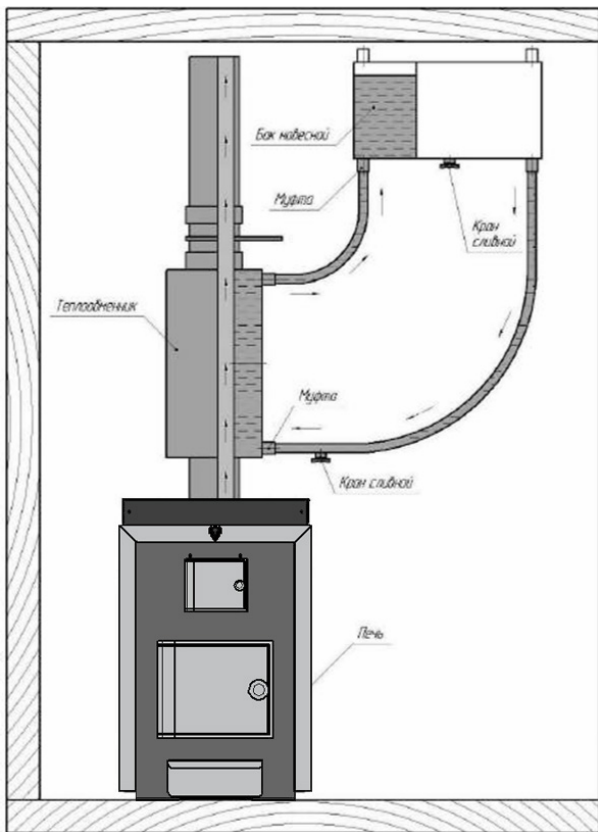

Рисунок 3.
2. На печь устанавливается теплообменник, который подсоединяется к выносному баку — это отдельно висящий бак, который может быть размещен, в любом удобном месте или помещении (рисунок 3).